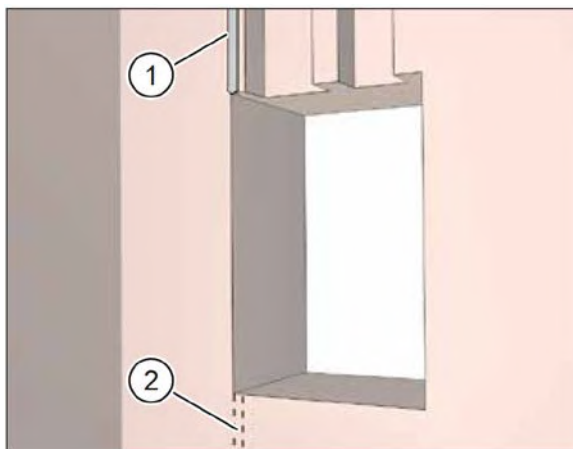

Рис. 17: сделайте штробы в стене для соединительного кабеля
- ▶ Сделайте канал для сетевого кабеля и кабеля линии управления (поз. 1 на рис. 17).
На рис. 17 изображен пример штробы. Альтернативная штроба в стене показана пунктирными линиями (поз. 2 на рис. 17). Для дальнейшего монтажа электропроводки рекомендуется заводить сетевой кабель и кабель линии управления с обратной стороны стенного проема.